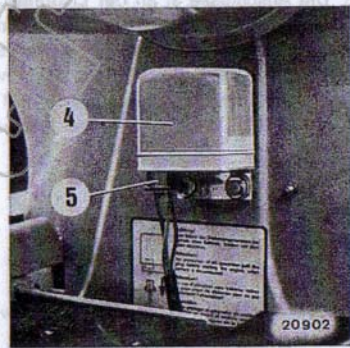

Bild 98
1. Bei laufendem Motor dürfen die Anschlüsse an Batterie, Lichtmaschine (1) und Regler (4 Bild 98) nicht gelöst werden (Gleichrichterbauteile werden sonst durch Überlastung zerstört).
3. Muß der Motor bei ausgebaute Batterie gestartet werden, darf die Fremdbatterie erst dann angesetzt werden, wenn die Stecker (5) vom Regler (4 Bild 98) abgezogen sind. (Lichtmaschine gibt dann keine Spannung ab).
6. Die Anschlüsse 3) an der Lichtmaschine sowie (5) am Reglerschalter müssen immer festsitzen. Bei losen Anschlüssen entstehen hohe Übergangswiderstände, die sich schädlich auf die Funktion des Reglers auswirken können.